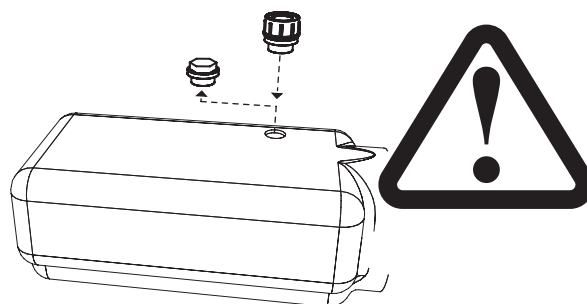

Bild 17. Ersätt i förekommande fall transportpluggen med ordinarie tanklock
3. Kontrollera om hydruaultanken är försedd med en tätslutande transportplugg. Ersätt i så fall denna med ordinarie tanklock som i dessa fall medföljer. Se Bild 17.